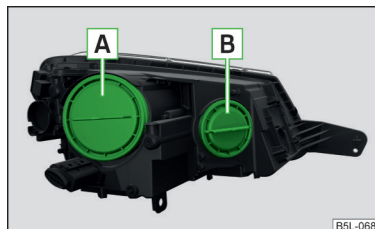

Fig. 196
Disponerea becurilor cu incandescență » fig. 196
- ▶ Rotiți capacul de protecție respectiv » fig. 196 la pagina 208, în sens antiorar, și scoateți-l. ▶
- › Introduceți capacul de protecție respectiv » fig. 196 la pagina 208 și rotiți-l în sens orar, până la opritor.